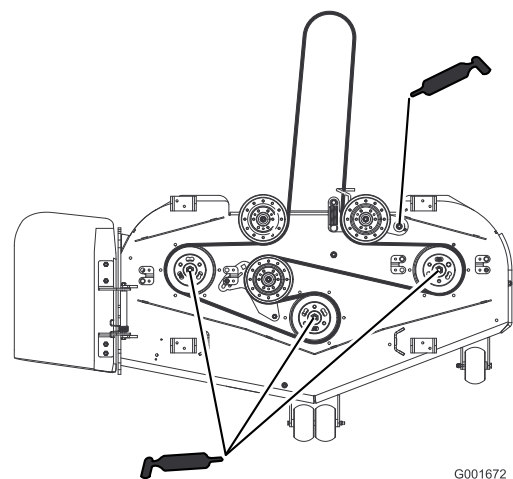

Bild 31
4. Schmieren Sie die drei Spindellager unter den Riemenscheiben ein, bis das Schmiermittel aus den unteren Dichtungen austritt (Bild 31).
5. Schmieren Sie den Spannarm des Mähwerks (Bild 31).